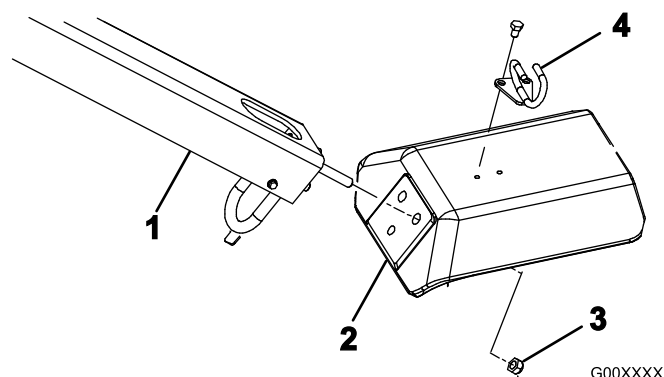

Figura 4
2. Introduzca los pernos de montaje del manillar en los taladros de la horquilla (Figura 4).
3. Fije los pernos del manillar a la horquilla con 3 contratuercas (1/2 pulgada) (Figura 4)
5. Monte la guía de cables en la parte superior de la horquilla con 2 pernos (5/16 x 1/2 pulgada) (Figura 4).